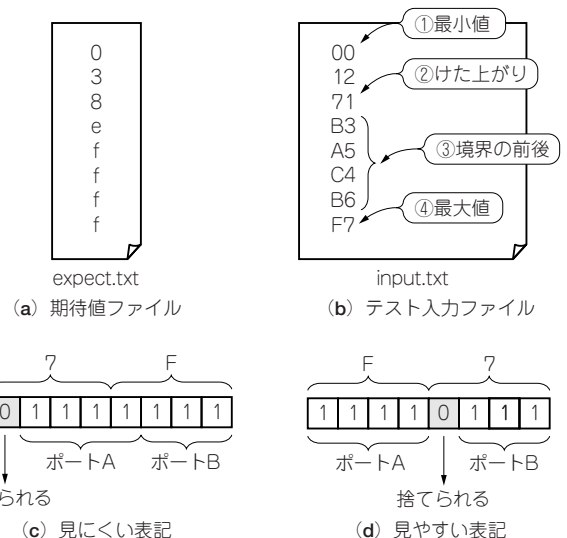

図3 期待値ファイルとテスト入力ファイル
リスト1の⑥のように、b[3]は捨てられています。テスト入力ファイルinput.txtには、図3(b)のように、1行2文字でテスト入力がかかれています。この2文字の区切り方として、図3(c)のようにポートA、Bに与えるデータを詰めて書いてしまうと、それぞれに与えられるデータが何か、人の目でファイルを見たときに、見にくくなってしまいます。そこで図3(d)のように、ポートBに与えるデータを4ビットで表記し、実際に与えるときに1ビット切り捨てています。